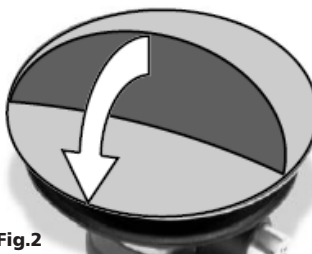

Fig.2
Prima di utilizzare l'apparecchio, versare alcune gocce d'olio nell'apertura d'ingresso dell'aria (C) dell'utensile pneumatico. Scegliere il cuscinetto di levigatura corretto e montarlo sulla piastra (fig.2).